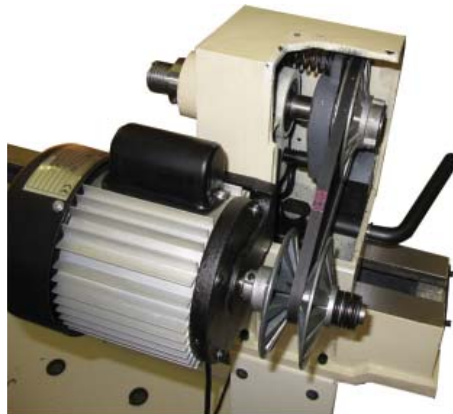

Рис. 21
3. Потягніть ременеві шківни двигуна так, аби клиновий ремінь зісковзнув до осі, що сприяє зниженню натягнення ременя (рис. 21).